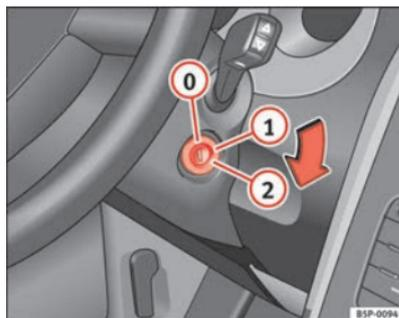

Fig. 118 Posizioni della chiave di accensione
In questa posizione ⇒ fig. 118 sia il motore che il quadro sono spenti e si può inserire il bloccasterzo.
- Girare la chiave fino alla posizione ⇒ pag. 167, fig. 118 ①. La spia  si accenderà nel caso di preincandescenza del motore.
- Quando la spia si spegne, mettere in moto girando la chiave nella posizione ②, senza dare gas.
- Girare la chiave fino alla posizione ⇒ pag. 167, fig. 118 ①.